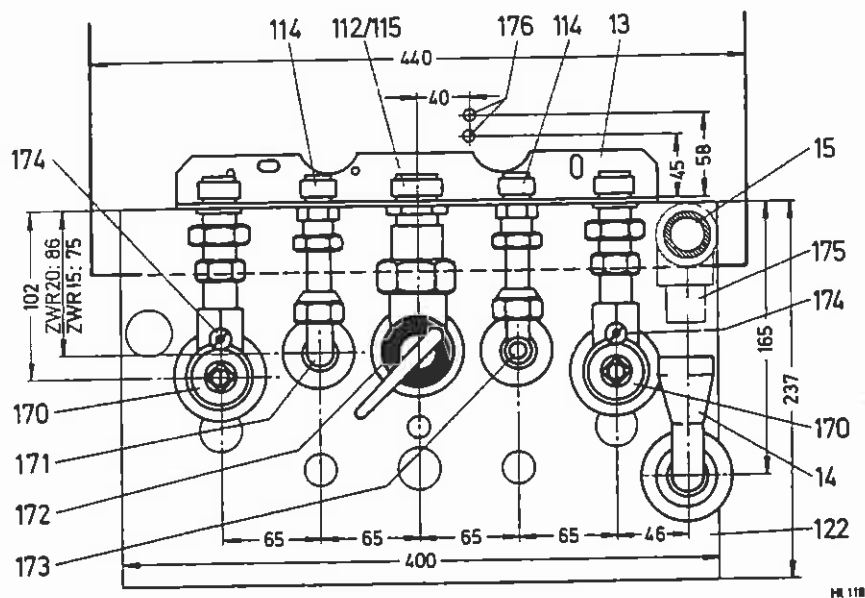

fig. 7
Anvendes til korrekt installation af alle rørledninger og installationstilbør på pudsede eller flisebeklædte vægge. Skal rørene føres under puds, mærkes rørtilslutningerne op med en monteringskabelon (122) part nr. ZFN 691/1 (fig. 7). Typeskiltet skal være foroven. Til flaskegaskedler skal der anvendes 12 mm gevind. Monteringskabelonen fjernes, før man installerer tilbehøret og tilslutningspladen. Tætningsringene hænger foruden på kedlen. Fastgøringskruerne (50 mm) med tilbehør ligger pakket sammen med tilslutningspladen.